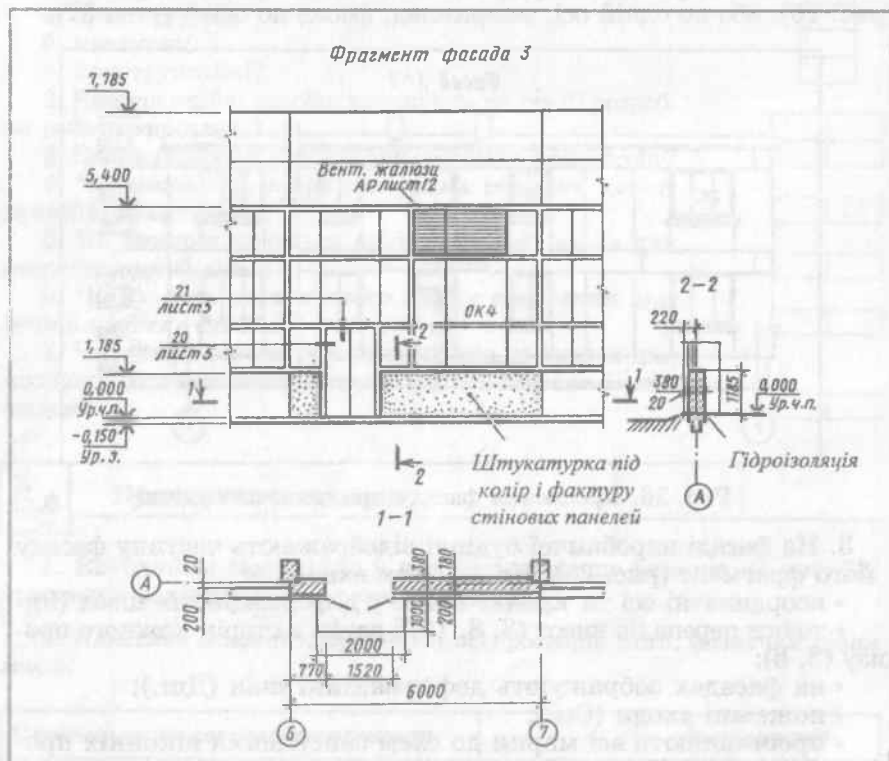

Рис. 28. Креслення фасаду по осі А
3. На фасаді виробничої будівлі відображають частину фасаду і його фрагмент (рис. 28). На фасадах наносять:
- координатні осі та крайні точки у деформаційних швах (9);